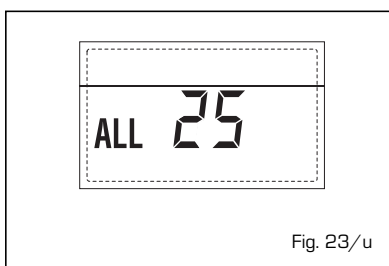

Fig. 23/u
- **ANOMALIA GUASTO SONDA SOLARE S3 "ALL 26"** (fig. 23/v)